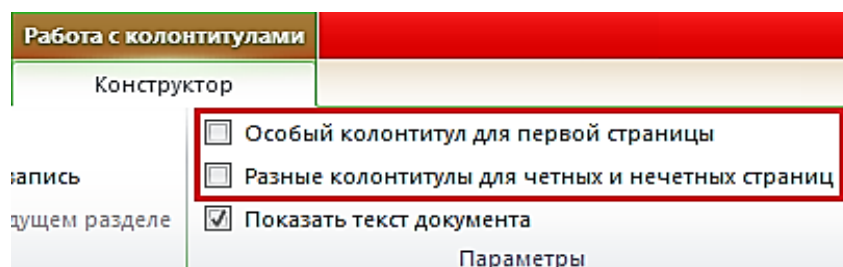

Рис. 87. Создание различных колонтитулов
2. Во вкладке **Работа с колонтитулами / Конструктор** в группе **Параметры** установить соответствующие флажки (рис. 87).